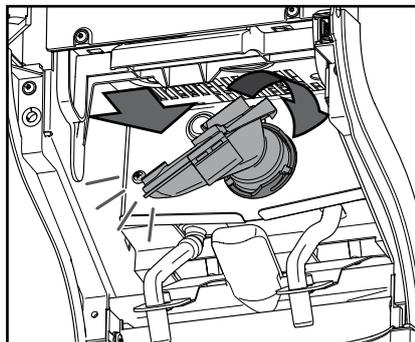

Fig. 40
8. Posicione novamente a câmara de mistura com anel de vedação e gire-o em sentido horário até a encosto. (Fig. 40)